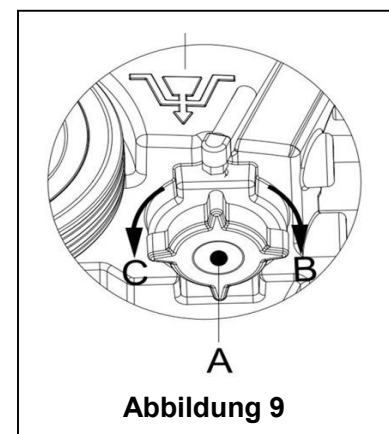

Abbildung 9
7. Wie in **Abbildung 9** dargestellt, öffnen Sie den Deckel des Frischwassertanks (A) im Gegenuhrzeigersinn, und entleeren den Frischwassertank vollständig. Verwenden Sie sauberes Wasser, um das Innere des Frischwassertanks zu reinigen. Wenn der Arbeitsgang abgeschlossen ist, drehen Sie den Deckel des Frischwassertanks (A) fest im Uhrzeigersinn in Richtung B.